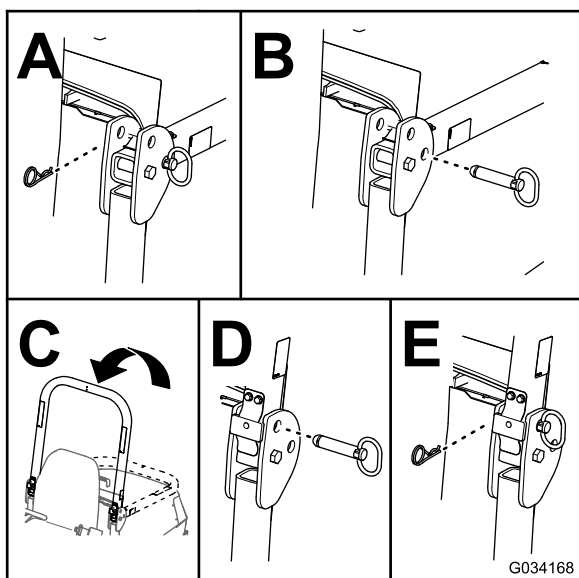

Figure 30
2. Retirez les goupilles fendues et les axes de l'arceau de sécurité (Figure 30).
3. Relevez l'arceau de sécurité et fixez-le en position avec les axes et les goupilles fendues (Figure 30).